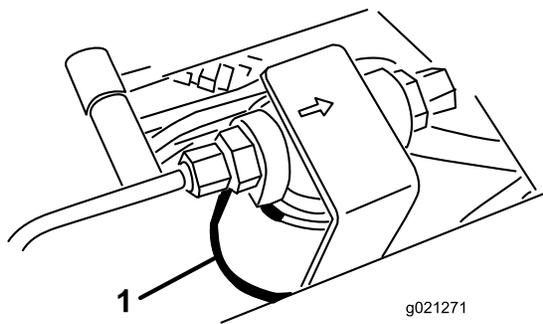
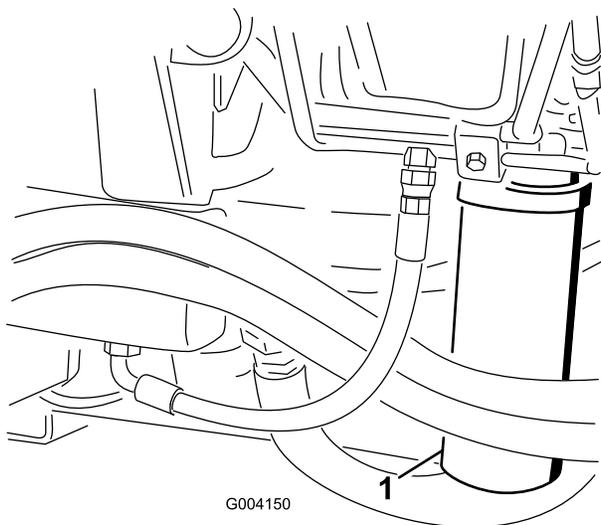

Рисунок 102
Рисунок 103
- Очистите область вокруг места крепления фильтра и установите сливной поддон под фильтр (Рисунок 102 и Рисунок 103).